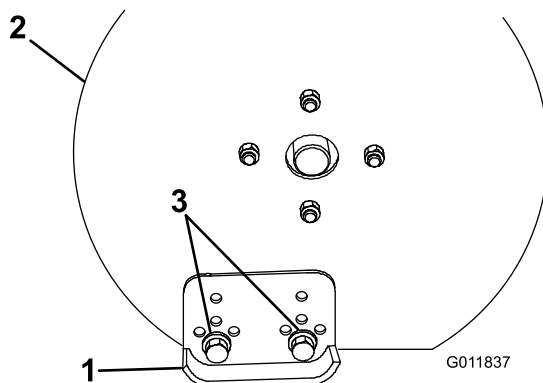

Figure 17
2. Retirez les écrous, rondelles et boulons qui fixent les patins au carter (Figure 17).
3. Positionnez les patins au même endroit de chaque côté de manière à obtenir un raclage uniforme, et fixez les patins avec les écrous, rondelles et boulons (Figure 17).